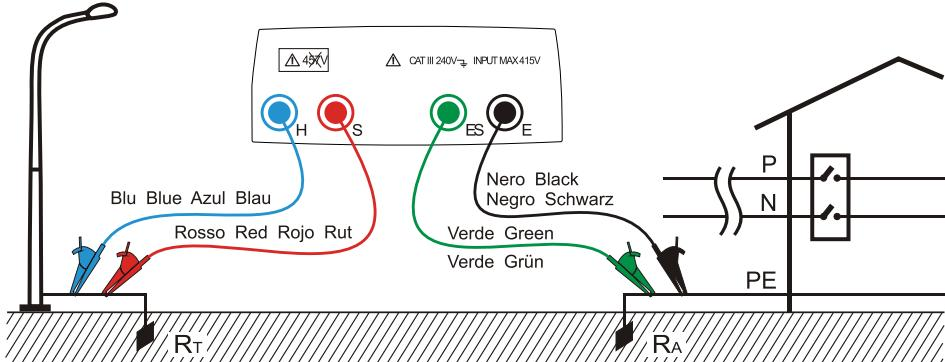

Fig. 3: Medición de la resistencia de tierra a dos puntos utilizando un dispersor auxiliar
En (ver Fig. 3) se está utilizando como dispersor auxiliar el alumbrado público, aunque puede ser utilizado cualquier cuerpo metálico introducido en el terreno que resalte las condiciones anteriormente comentadas.
El instrumento visualizará como resultado el valor de la suma RA+RT (ver Fig. 3 y Fig. 4). Por tanto la medida obtenida será más aproximada al valor RA (valor esperado) cuanto más valor tenga el dispersor auxiliar RT resultando despreciable respecto a la misma RA. Además la medida será aumentada "a favor de la seguridad" sobre el terminal RT, osea cuando el valor RA+RT resulte igual con las protecciones, con mayor motivo solo será el terminal RA
6. Conecte los cocodrilos al dispersor auxiliar de la instalación en examen (ver Fig. 3 Fig. 4)